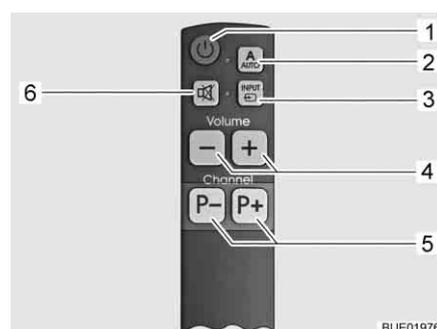

Fig. 38 Mando a distancia simplificado (opcional)
- Pulsar la tecla AUTO (Fig. 37,2 ó Fig. 38,2) por 1 segundo. De este modo, el televisor y la unidad de control están conectados.
- Pulsar las teclas de selección de programa (Fig. 37,4 ó Fig. 38,5) hasta que esté seleccionado el programa de televisión deseado.
- Pulsar la tecla INPUT (Fig. 37,3 ó Fig. 38,3) repetidamente hasta que esté seleccionada la fuente de señal deseada.
- Para regresar a la visualización de canal por satélite, pulsar la tecla INPUT (Fig. 37,3 ó Fig. 38,3) repetidamente hasta que esté seleccionada la fuente de señal DVB-S2.
- Pulsar la tecla AUTO (Fig. 37,2 ó Fig. 38,2).
- Pulsar la tecla Televisor On/Off (Fig. 37,1 ó Fig. 38,1). No se conectará la unidad de control, y la antena permanecerá en la posición de estacionamiento.
- Pulsar la tecla INPUT (Fig. 37,3 ó Fig. 38,3) repetidamente hasta que esté seleccionada la fuente de señal deseada (p. ej. DVD).
- Para desconectar el televisor, pulsar la tecla Televisor On/Off (Fig. 37,1 ó Fig. 38,1).